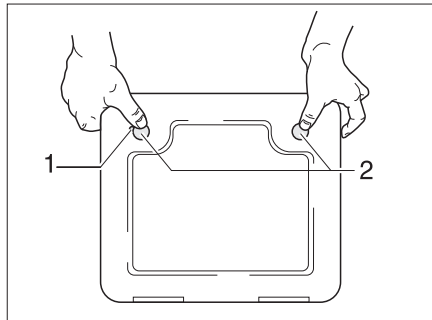

Fig. 350 Portillon pour la toilette à cassette
- Ouvrir le portillon pour la cassette à l'extérieur du véhicule. Insérer pour cela la clé dans le barillet du verrou de pression (Fig. 350,1) et la tourner d'un quart de tour.
- Appuyer du pouce et simultanément sur les deux verrous de pression (Fig. 350,2) et ouvrir le portillon pour la cassette.